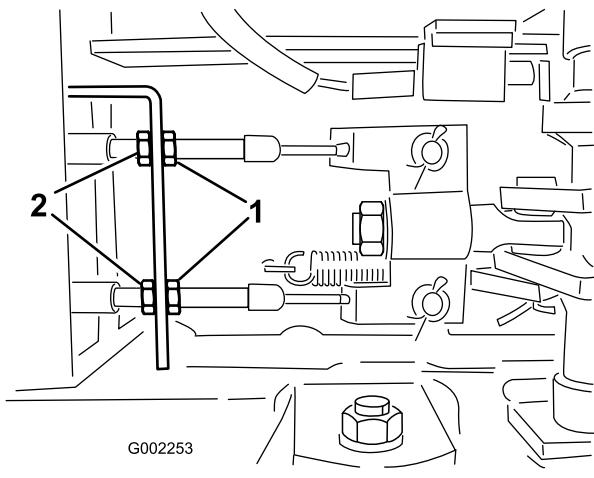

図 56
6. 後ナットを均等に締めて、ブレーキ・ペダルの遊びを1~2 cmに調整する（図 56）。
5. ブレーキ・ケーブルの車両前端側にある前ナットをゆるめる（図 56）。